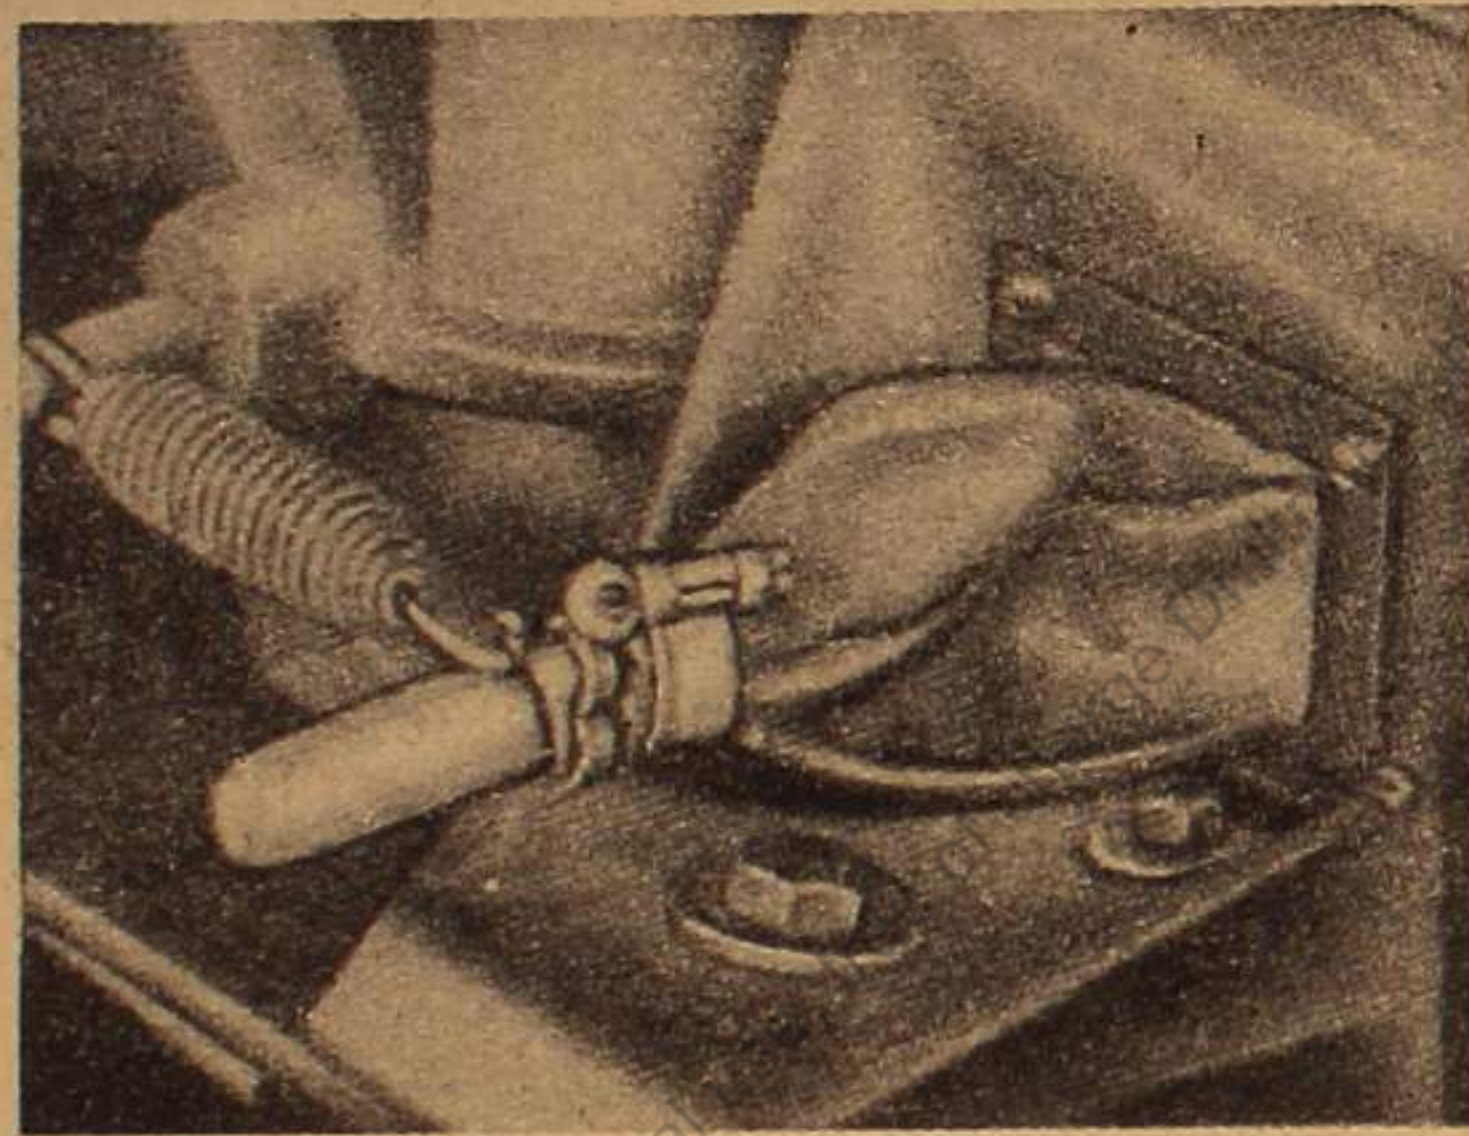

Bild 9. Öffnung für Kupplungsausrückgabel im Kupplungsgehäuse durch Segeltuchbalg geschlossen.
- e) Öffnung für Ausrückgabel im Kupplungsgehäuse nach „Abdichtung I“ einhüllen, Bild 9.